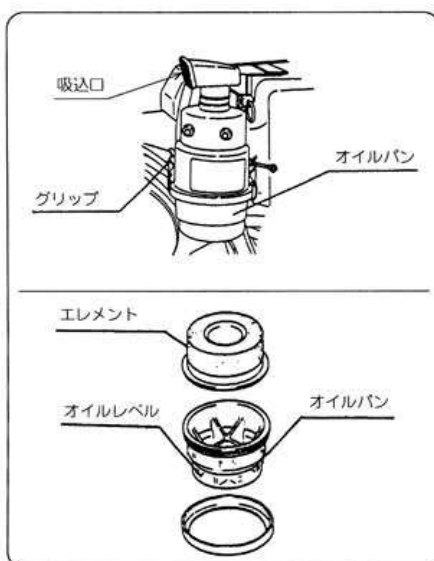

図33
- ① グリップを外し、オイルパンおよびエレメントを取り外してください。(図33)
- ② オイルが不足しているときは、オイルレベルまで補充してください。汚れがひどいときにはオイルパン・エレメント共、白灯油で洗浄しエレメントはエンジンオイルに浸し滴下しない程度に振り切ってください。(図33)
- ③ オイルパンはよく洗浄し、新しいエンジンオイル（SC級以上）をレベルまで入れてください。(図33)